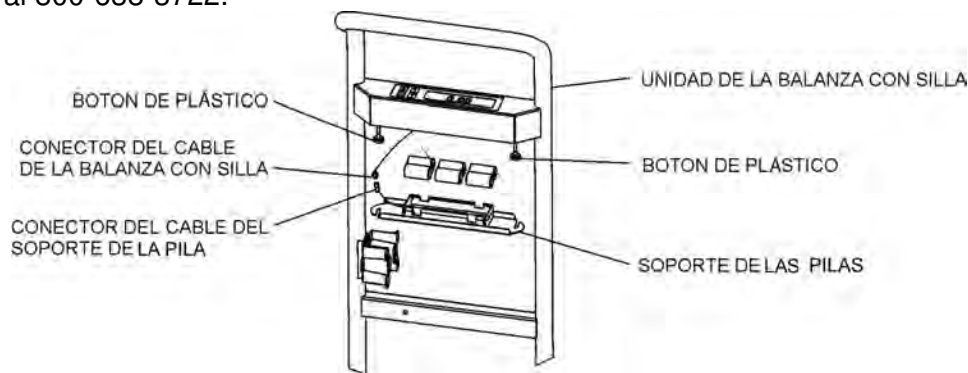

Figura 2. Las Pilas
1. Ponga las pilas en el soporte de las pilas (Figura 2, abajo) y entonces enchufe el adaptador de energía de la báscula en la unidad de la silla de la balanza y en la fuente de energía.